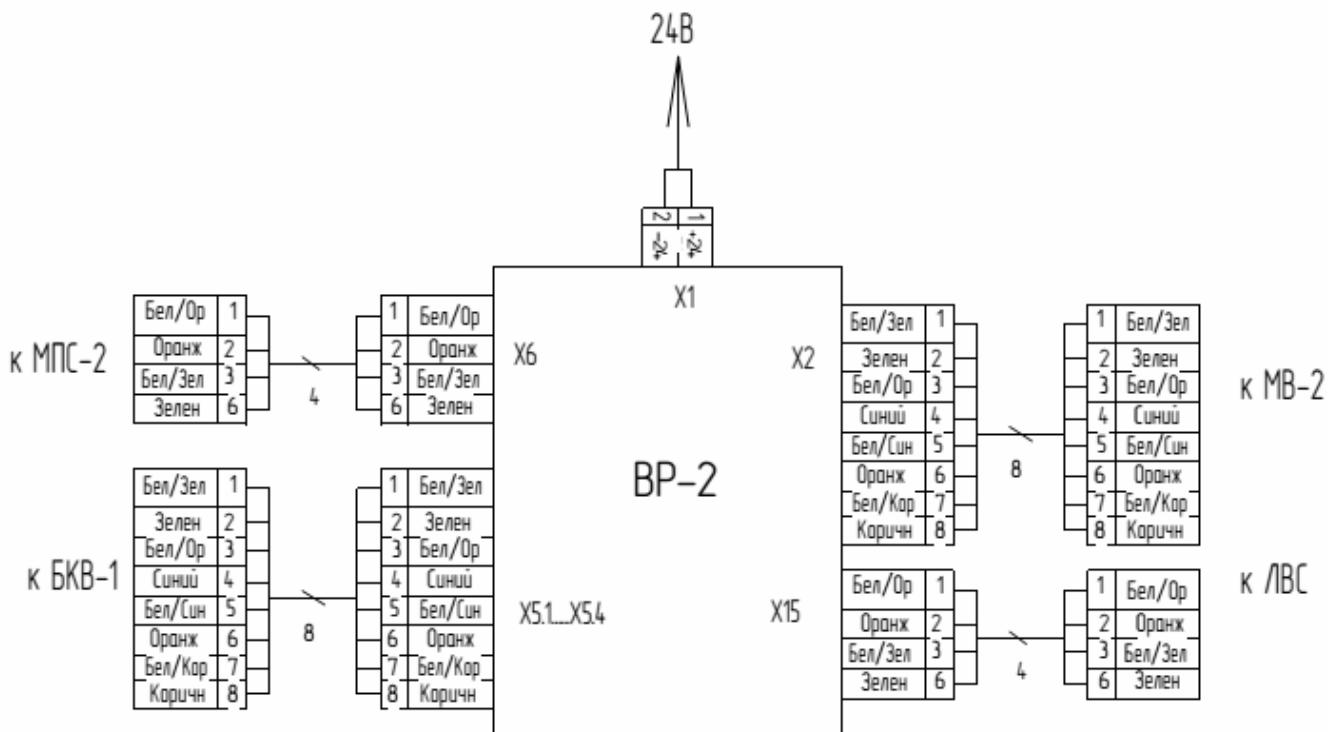

Рис.2 Схема соединений BP-2
4.3.1 Для присоединения BP-2 к МПС-2 и к ЛВС, необходимо использовать 4-х жильный кабель (см. рис.2), предназначенный для промышленных сетей Ethernet. Длина кабеля не должна превышать 50м. Для присоединения кабеля к BP-2 на одном из его концов должен быть установлен соединитель типа - вилка Harting арт. 09451511120 (из комплекта поставки BP-2). На другом конце кабеля должен быть установлен соединитель типа - вилка Harting арт. 09451511120 (из комплекта поставки устройств). Установка соединителей на кабель осуществляется в соответствии с цветовой маркировкой жил, согласно схеме рис.2.
4.3.2 Для присоединения BP-2 к БКВ-1 и к МВ-2, необходимо использовать 8-ми жильный кабель (см. рис.2), предназначенный для промышленных сетей Ethernet. Длина кабеля не должна превышать 50м. Для присоединения кабеля к BP-2 на одном из его концов должен быть установлен соединитель типа - вилка Harting арт. 09451511520 (из комплекта поставки BP-2). На другом конце кабеля должен быть установлен соединитель типа - вилка Harting арт. 09451511520 (из комплекта поставки устройств). Установка соединителей на кабель осуществляется в соответствии с цветовой маркировкой жил, согласно схеме рис.2.
4.3.3 Для подключения питания к ВР-2, необходимо использовать провода с сечением жил от 0,5 до 2,5мм², к которым присоединена розетка Wago арт.231-102/026-000 (из комплекта поставки ВР-2). На концах проводов должны быть установлены обжимные наконечники с длиной металлической части от 6 до 8мм. Монтаж проводов в разъем производить в соответствии с маркировкой контактов (см. рис.2).